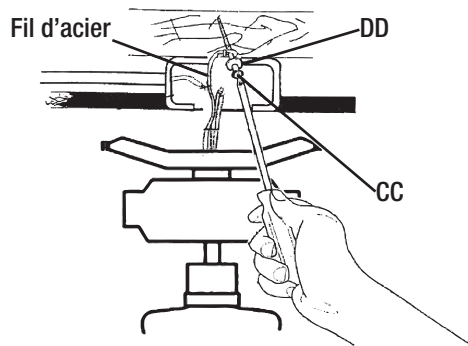

Figure 9
- Pour empêcher le ventilateur de tomber, un support de sécurité additionnel est fourni. Fixer le fil en acier inoxydable à la solive du plafond en utilisant la vis et la rondelle (CC & DD) comme l'indique la Figure 9.